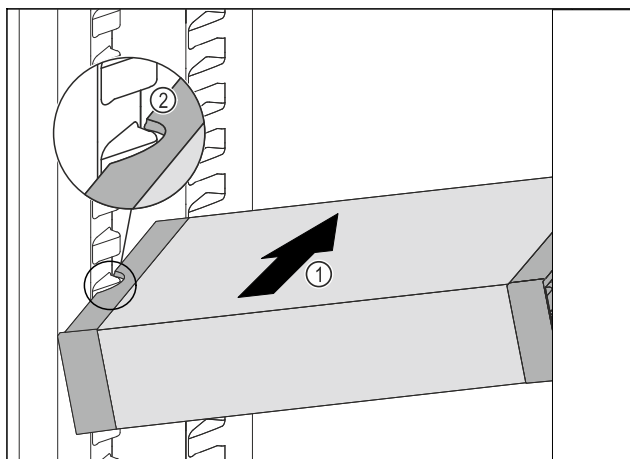

Fig. 87
- ▶ Zasuňte VarioSafe do chladničky pod úhlem tak Fig. 87 (1), aby vybrání na bocích Fig. 87 (2) VarioSafe byla na úrovni žebrování na nádoby v chladničce.